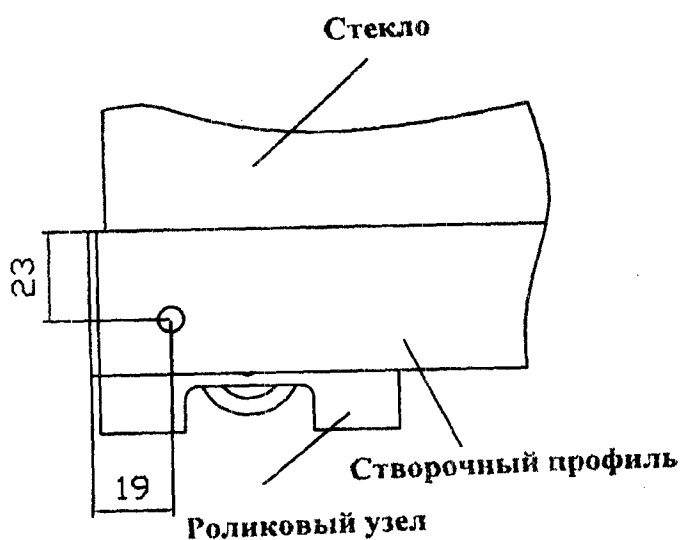

Рис.3.3
3.2 Просверлить отверстие диаметром 3 мм через стенку створочного профиля с уличной стороны, и стенку корпуса ролика (разметку см. Рис.3.3).